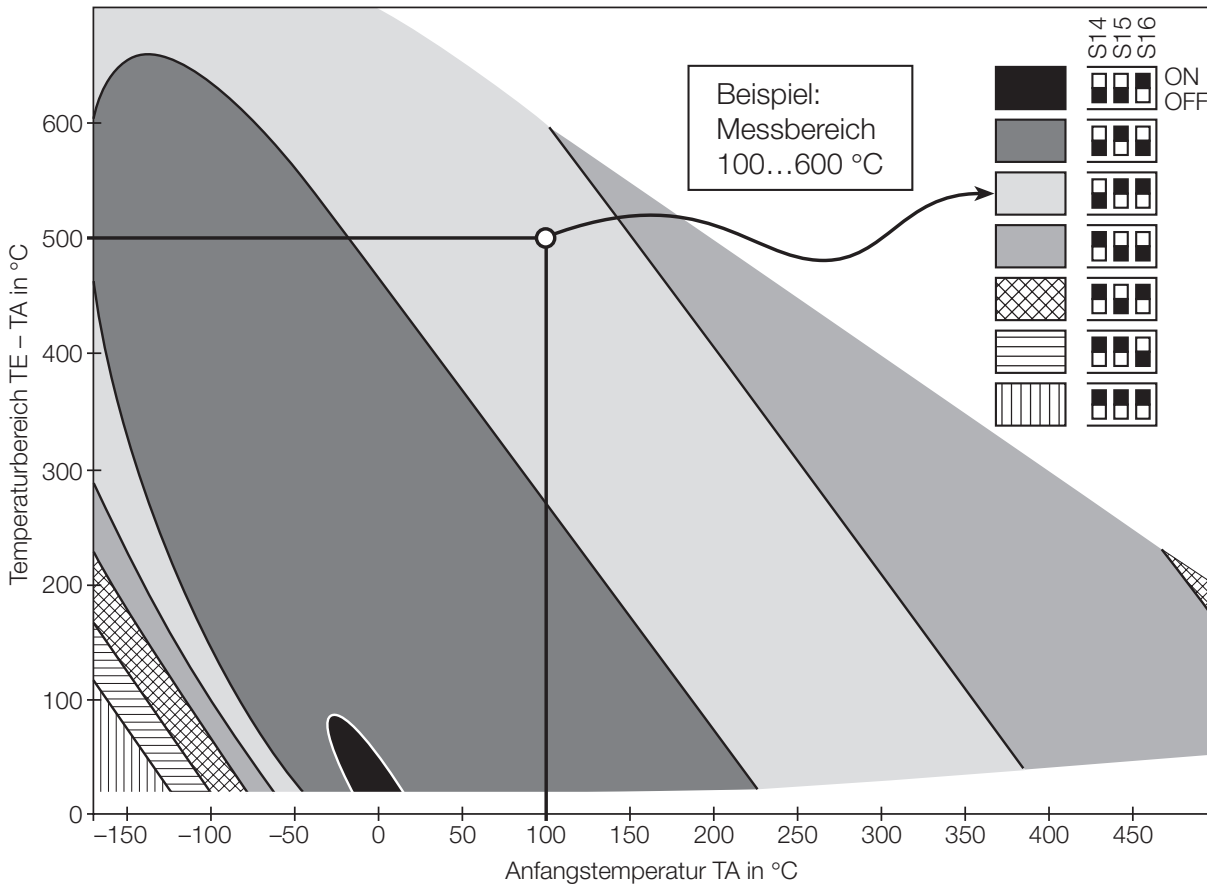

Bild 7. Ermittlung der Schalterstellungen (S14...S16) für die Linearisierung.
Je nach Messbereich-Anfangswert (TA) und Temperaturbereich (TE - TA) ist eine spezielle Schalterkombination erforderlich, um die richtige Linearisierung einzustellen. Bild 7